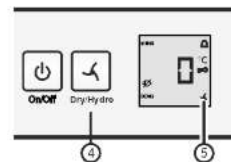

Fig. 3
- ▶ Установка настройки «**hydro**»: Нажимать кнопку «dry/hydro» Fig. 3 (4), пока не появится символ . Отпустите кнопку.
- ▷ Загорится символ dry/hydro Fig. 3 (5).
- ▶ Установка настройки «**dry**»: Нажимать кнопку «dry/hydro» Fig. 3 (4), пока символ  не погаснет. Отпустите кнопку.